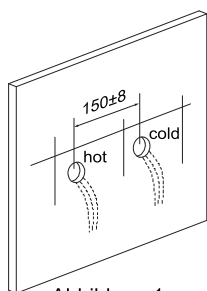

Abbildung 1
a) Lassen Sie das Wasser etwa 1-2 Minuten laufen, um die Wasserleitung zu reinigen (Abbildung 1).